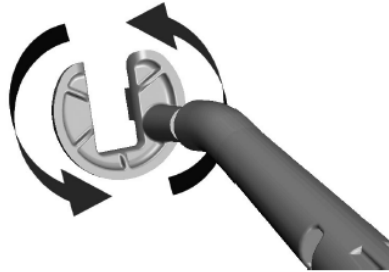

Figura 10. Dirección rotacional del extremo en U
4. Rote la terminación en U de la herramienta de colocación/extracción para que la herramienta quede en la dirección deseada (Figura 10)